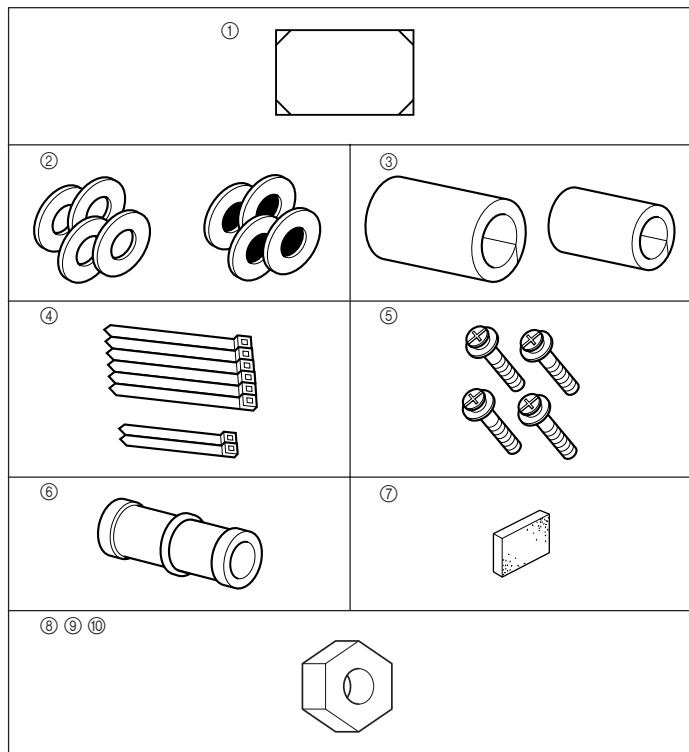

Fig. 2-1
2.1. Controleer de accessoires voor het binnennapparaat (Fig. 2-1)